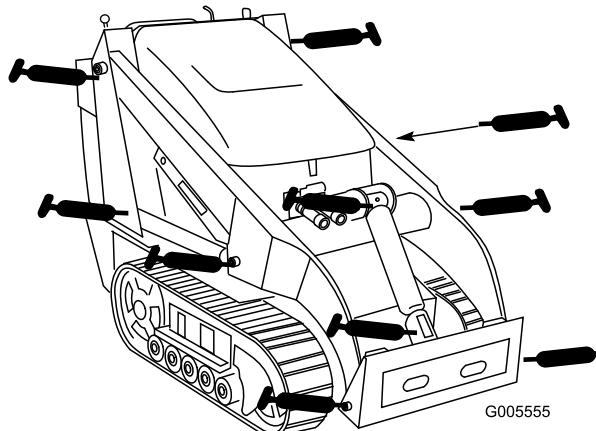
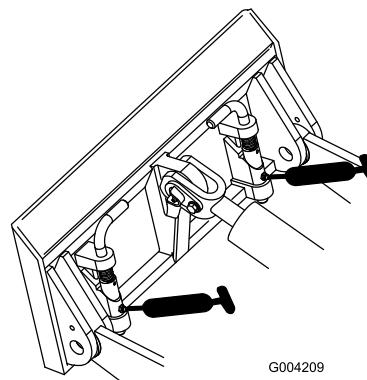

Figura 32
Figura 33
4. Conecte una pistola de engrasar a cada punto de engrase (Figura 32 y Figura 33).